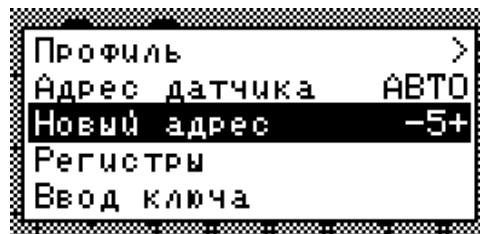

Рисунок 35
10. Кнопками  «Вверх» и  «Вниз» выбрать пункт «Адрес датчика» и кнопками  «Плюс» и  «Минус» задать текущий программный адрес подключенного датчика (см. «Рисунок 35») или выбрать «АВТО», если адрес неизвестен.
11. Кнопками  «Вверх» и  «Вниз» выбрать пункт «Новый адрес» и кнопками  «Плюс» и  «Минус» задать новый программный адрес (см. «Рисунок 35»). После этого нажать кнопку  «Меню». В результате удачного переименования на экран будет выведено сообщение - «Выполнено».